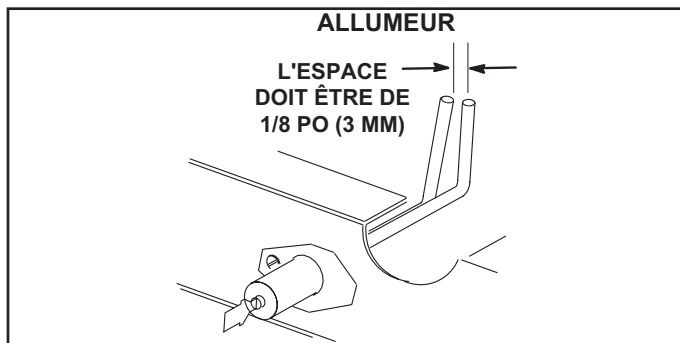

FIGURE 37
- 4 - Localiser l'allumeur sous les brûleurs de gauche. Vérifier l'écartement des contacts à l'aide de mèches hélicoïdales ou de jauges d'épaisseur de la taille appropriée. Voir FIGURE 37.
- 5 - Vérifier l'alignement de l'allumeur et du capteur comme indiqué à la FIGURE 37 et au TABLEAU 16.